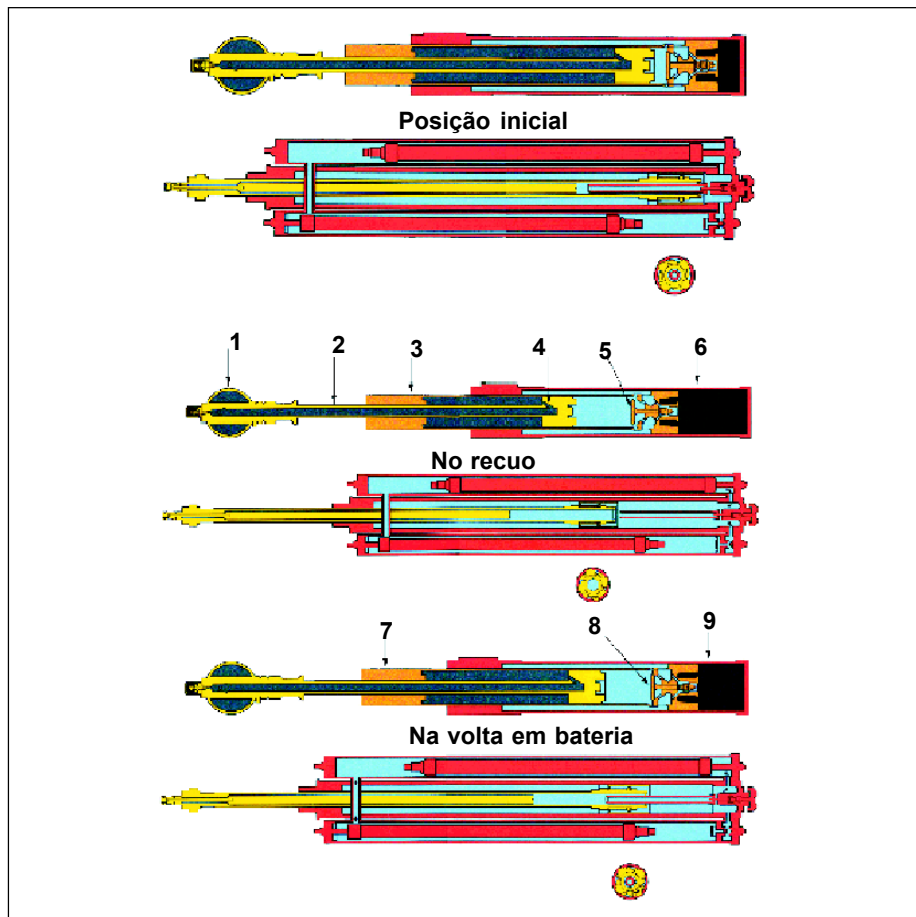

Fig 9-4. Funcionamento do recuperador
(1) Com o obuseiro na posição de bateria, o espaço entre o corpo do recuperador e o cilindro flutuante, e entre o cilindro flutuante e a parte posterior da haste do recuperador está preenchido com óleo ASF-71 (óleo de recuo).
(2) As áreas existentes entre a superfície interna do cilindro flutuante e a parte anterior da haste, no interior da haste do recuperador e no reservatório de nitrogênio estão preenchidas com ar comprimido a uma pressão, em situação normal, de 750 Lb/Pol².
b. Funcionamento (Fig 9-4) - Início do movimento
(1) Quando o obuseiro atira o tubo recua, levando consigo o corpo do recuperador (6). A haste do recuperador (2) é ancorada pelo reservatório de nitrogênio (1), que por sua vez é estacionário.